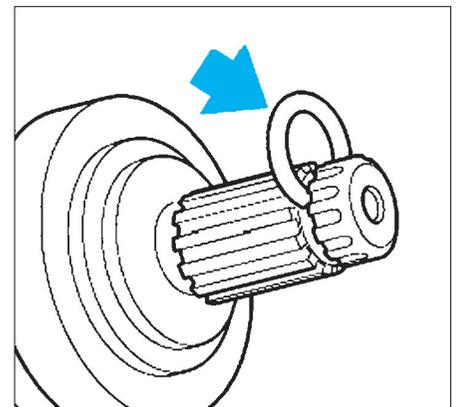

FIG. 7
- remplacer le circlips à l'extrémité de l'arbre de transmission (Fig.7).